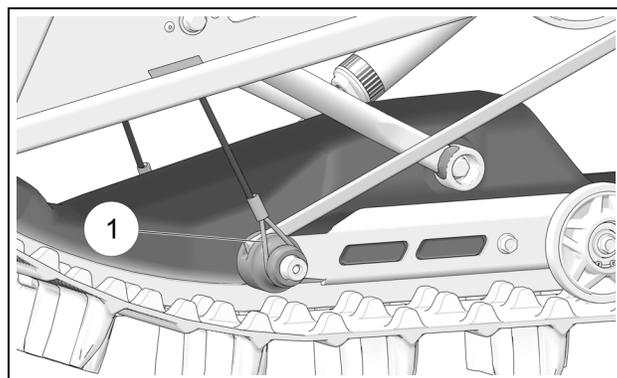

Figure 10
- Comprimer la suspension pour permettre le retrait de l'anneau du câble limiteur (1) du logement de la bague du support de ressort. Voir la Figure 10.